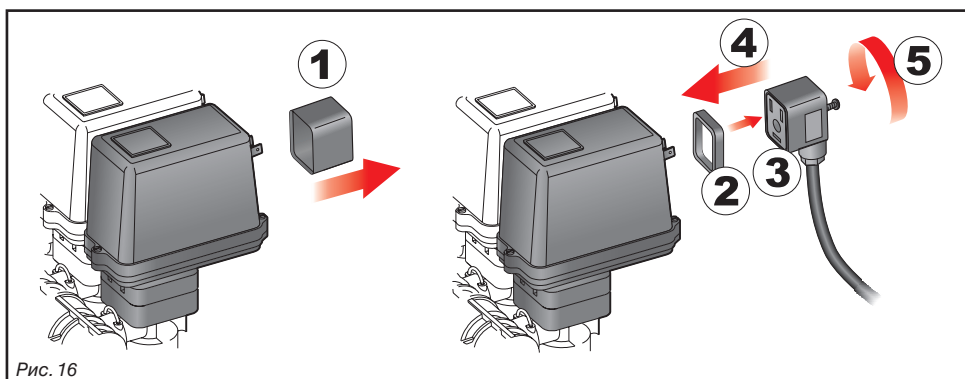

Рис. 16
- До начала соединения необходимо надеть на все соединительные разъемы клапанов уплотнительную прокладку (Рис. 16).
- Снимите защитный колпак (1, Рис. 16) с электрического клапана.
- Расположите прокладку (2) в разьеме (3), а после этого соедините разъем, надавливая на него до упора (4): будьте осторожны при вставке разъема, чтобы не сломать электрические контакты клапана.
- Заверните до упора винты (5).